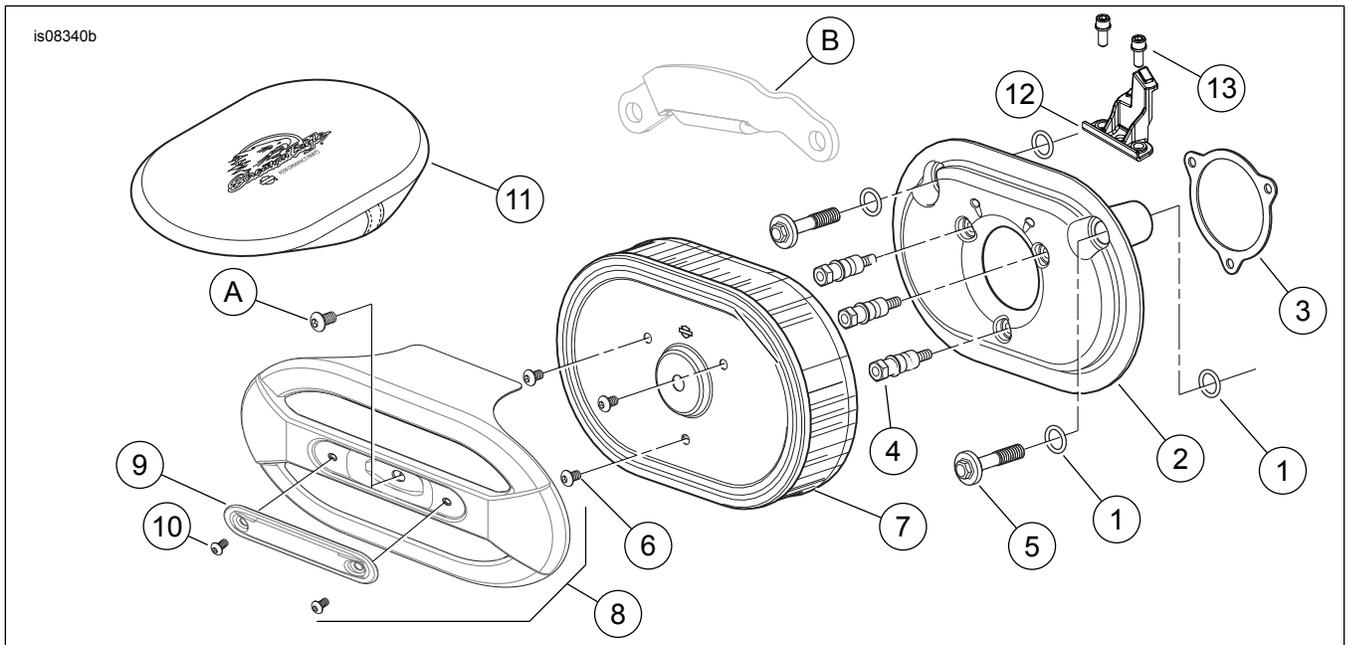

Figura 3. Piezas de servicio: Kit de depurador de aire de rendimiento elite Screamin' Eagle Ventilator
Consulte Figura 3 y Tabla 1.
1. Consulte Figura 3. Instale la presilla de la ACR (12) y los tornillos (13). Apriete los tornillos a 3,4–4,5 N·m (30–40 **in-lbs**).
2. Instale los dos o-rings (1) del kit en las ranuras alrededor de los agujeros de los pernos del respiradero, en el lado del módulo de inducción del conjunto de la contraplaca (2). Instale los dos o-rings restantes en las ranuras en la parte inferior de las cabezas de los pernos del respiradero (5).
3. Quite el forro del respaldo adhesivo de la junta (3). Cuidadosamente coloque el lado adhesivo de la junta en la contraplaca; alineándolo con los agujeros equidistantes de los tornillos. Presione la junta firmemente en su lugar.
4. Inserte los nuevos tornillos del respiradero (5) a través de la contraplaca.
7. Enrosque los espárragos de montaje (4) del depurador de aire a través de la contraplaca (2), hasta que las roscas de los tornillos queden capturadas en el módulo de inducción. Deje flojos los sujetadores.
1. Consulte Figura 3. Asegure el elemento del filtro de aire (7) a los espárragos de montaje del depurador de aire (4) usando los tres tornillos TORX® con acabado brillante (6) del kit. Apriete los tornillos a 6,2–6,8 N·m (55–60 **in-lbs**).
2. Aplique Loctite 243, azul, a la rosca del tornillo de la cubierta del depurador de aire de equipo original (A). Asegure la cubierta del depurador de aire (8) al elemento del filtro de aire (7) con el tornillo. Apriete el tornillo a 4,1–6,8 N·m (36–60 **in-lbs**).
3. Arme el inserto de la cubierta del depurador de aire (9) en la cubierta del depurador de aire con dos tornillos cromados (10). Apriete firmemente.
1. Consulte Figura 3. Extraiga la cubierta del depurador de aire (8) e inspeccione el elemento del filtro (7) cada 8.000 km (5000 mi) o con mayor frecuencia en condiciones de mucho polvo.